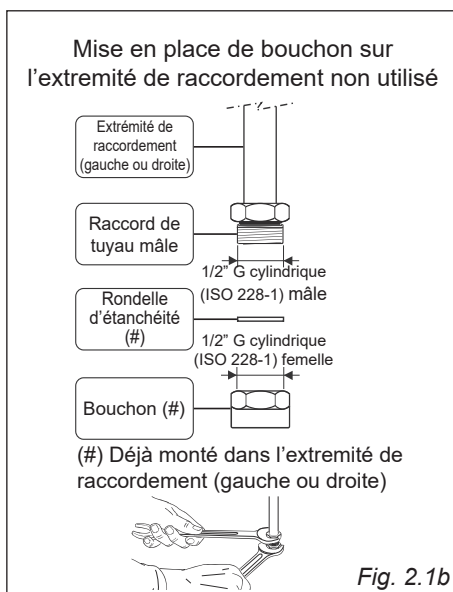

Fig. 2.1b
- L'extrémité de raccordement (gauche ou droite) non utilisé doit être fermée au moyen du bouchon et de son joint d'étanchéité (fig. 2.1b).